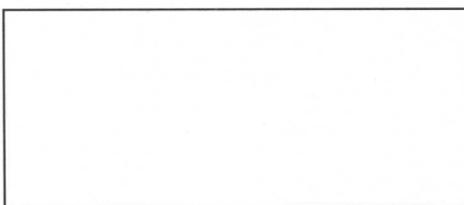

图 3-2 矩形
2. 选择“绘图”/“矩形”命令，绘制一个尺寸为 $1600\text{mm} \times 700\text{mm}$ 的矩形，如图 3-2 所示。